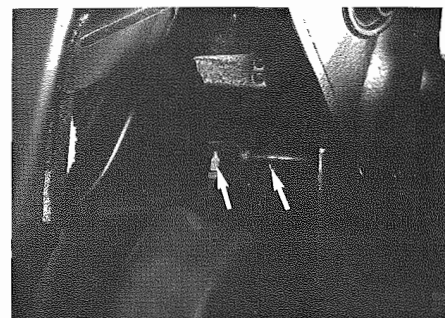

Fig. 13 - Dadi raccordi test % CO
- Smontare i dadi sui raccordi presenti sui collettori di scarico ed inserire le sonde di misura del CO Tester (**Fig. 13**).
- Remove the connection nuts on the exhaust manifolds and insert CO Tester measuring probes (**Fig. 13**).